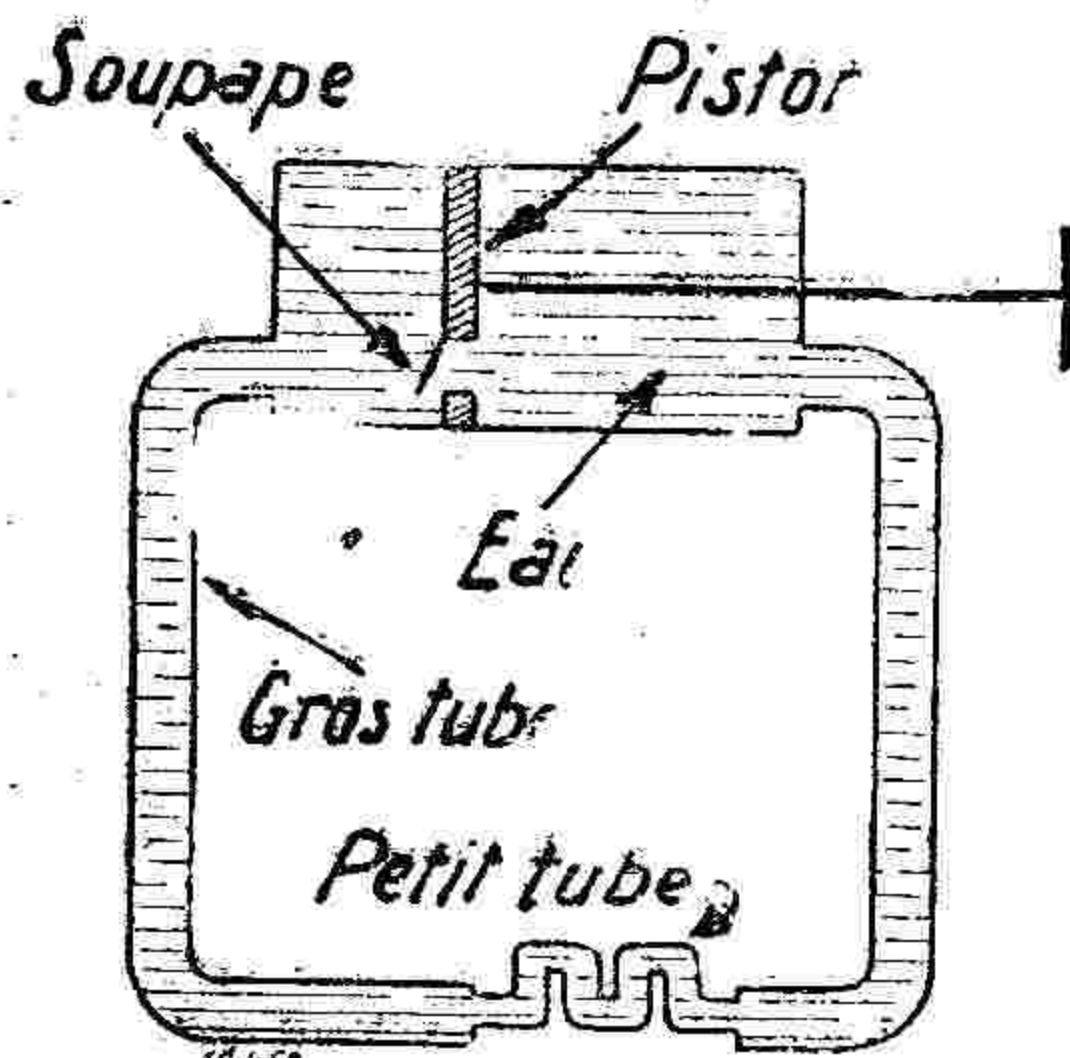

Fig. 2
Considérons, maintenant, l'analogie hydraulique illustrée par la figure 2, pour mieux comprendre
Le petit tuyau présentera une résistance beaucoup plus grande au passage de l'eau que le gros. On peut comparer ces tuyaux, le premier à la lampe, le second aux conducteurs de la figure 2 et imaginer que, par frottement, le petit tuyau s'échauffe (!!!), tout comme au point de vue électrique, nous constatons un échauffement et l'incandescence du filament.
gie de la figure 2 avec un courant continu, nous avons un cylindre rempli d'eau dans lequel se meut un piston, mais dans ce cas la soupape est supprimée et le piston peut être entraîné à droite ou à gauche dans le cylindre. Lorsque le piston se meut vers la droite l'eau suit la direction indiquée par les flèches de droite (A), au contraire quand le piston se déplace vers la gauche, l'eau s'écoule suivant le sens des flèches de gauche (B). Si nous réglons le déplacement du piston de façon